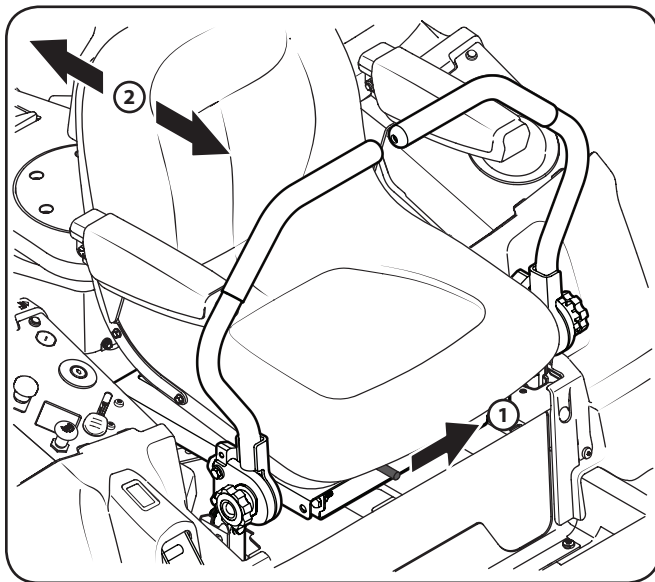

Figura 3-7
1. Para ajustar la posición del asiento, empuje la palanca de ajuste del asiento hacia la izquierda. Vea la Figura 3-7.
2. Deslice el asiento hacia adelante o hacia atrás hasta la posición deseada; luego suelte la palanca de ajuste. Asegúrese de que el asiento esté fijo en su posición antes de operar el tractor. Vea la Figura 3-7.